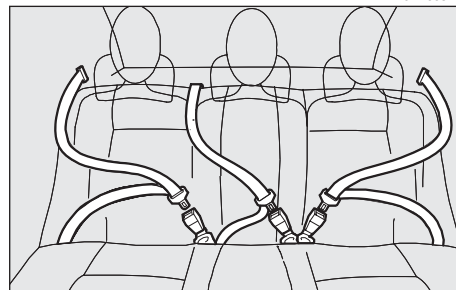

fig. 41
Le cinture per i posti posteriori devono essere indossate secondo lo schema illustrato in **fig. 41**.
*Per garantire la massima protezione, le cinture per i posti posteriori devono essere allacciate secondo lo schema di fig. 41.*